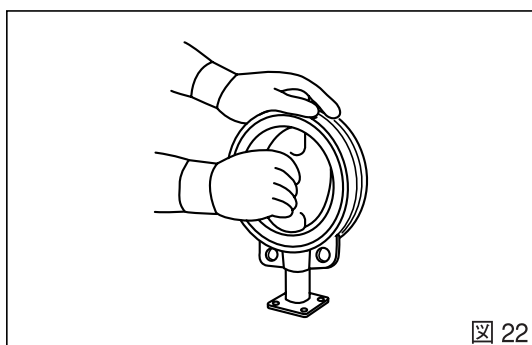

図 22
6. 弁体の取り外し：弁体を全開状態でひねりながら押し出して外します。なお、取り外しの際、弁体に傷をつけないよう、クッションなどを敷いて作業を行ってください。（図22）